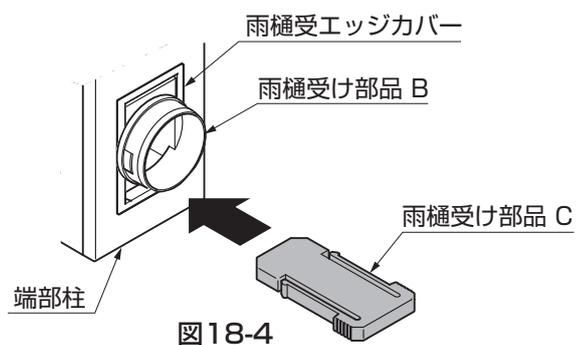

図18-4
- ③雨樋受け部品 Cを端部柱にはめ込んでください。(図18-4参照)